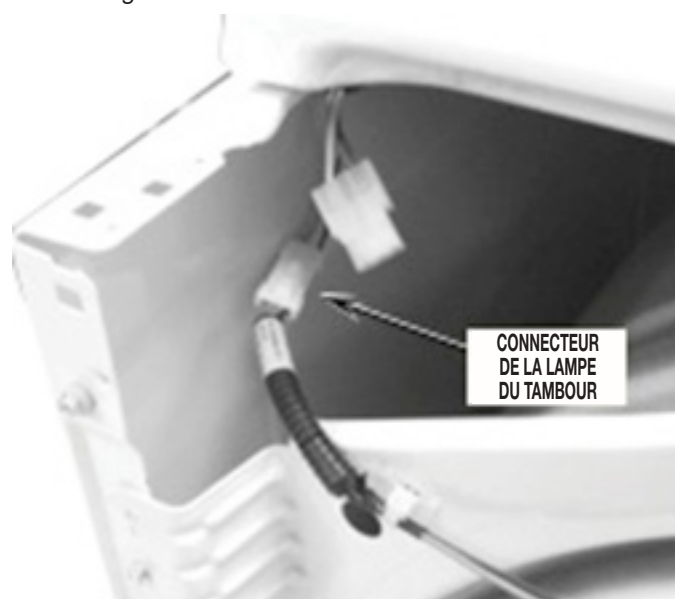

FIGURE 5
5. Débrancher le connecteur de la lampe du tambour située dans l'angle supérieur avant gauche de la sécheuse. Voir la Figure 5.